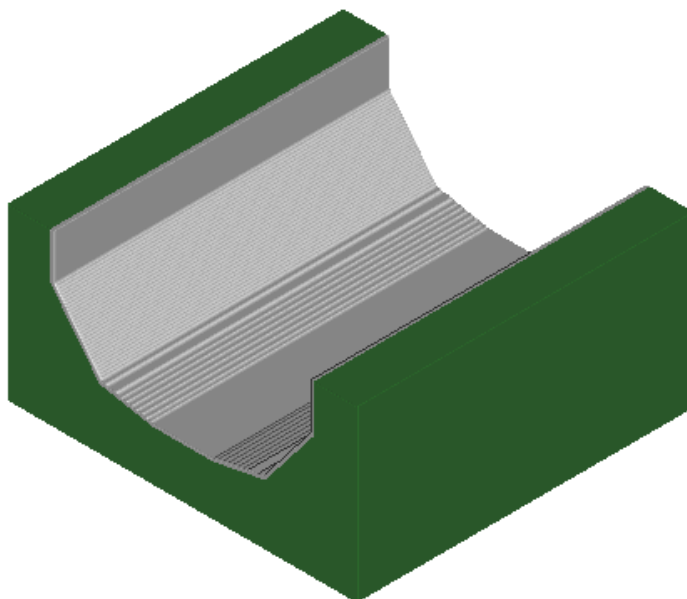

图 5-15
- 切换到刀具视图，单击，打开操作导航器对话框，如图 5-15 所示。